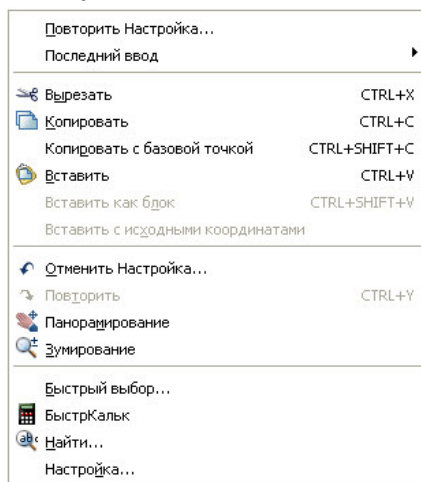
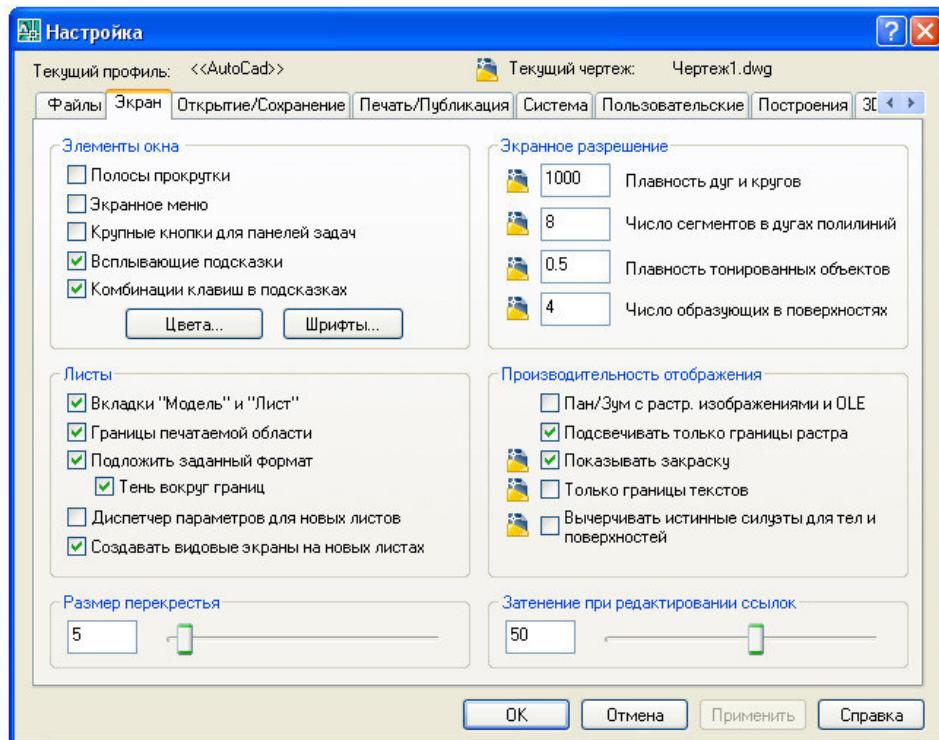

Рис.1.4. Контекстное меню
Рис.1.5.Диалоговое окно "Настройка", вкладка Экран
Задание параметров интерфейса. Интерфейс приложения настраивается в соответствии с характером работы. Доступ к различным настройкам обеспечивается контекстным меню (рис.1.4) и диалоговым окном "Настройка" (рис. 1.5). В диалоговом окне "Настройка" предусмотрена возможность изменения различных параметров окон и рабочей среды. Чтобы появилось контекстное меню необходимо в рабочей графической зоне щёлкнуть правой кнопкой мышь. Другой вариант открытия окна "Настройка" - это использование строки меню "Сервис"- "Настройка". Можно также открыть окно нажав правой кнопкой мышь в окне команд и выбрать "Настройка". Диалоговое окно "Настройка" состоит из следующих вкладок:
- Экран, см. рис. 1.5.